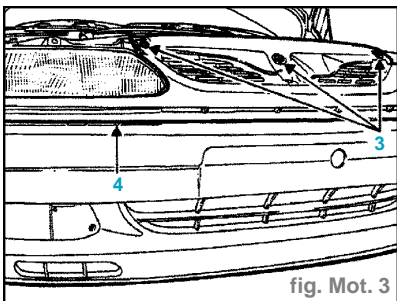

fig. Mot. 3
- déposer les vis de fixation supérieures (3) et les vis de fixation inférieures accessibles par les orifices (4), (embout étoile de 30) (fig.Mot. 3),